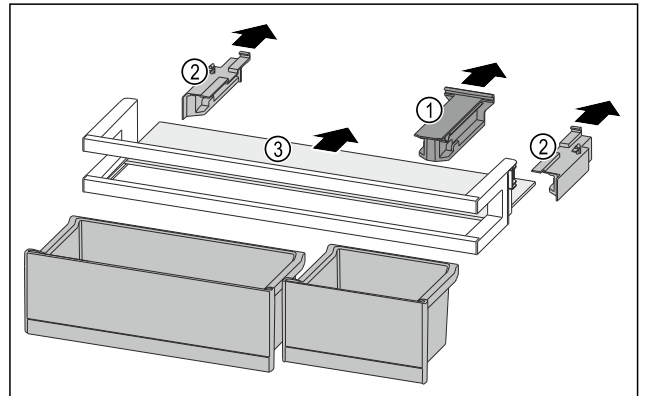

Fig. 159
- ▶ Húzza le a tartóelemet Fig. 159 (1).
- ▶ Húzza le az oldalsó részeket Fig. 159 (2).
- ▶ Vegye ki a tárolólapot Fig. 159 (3).